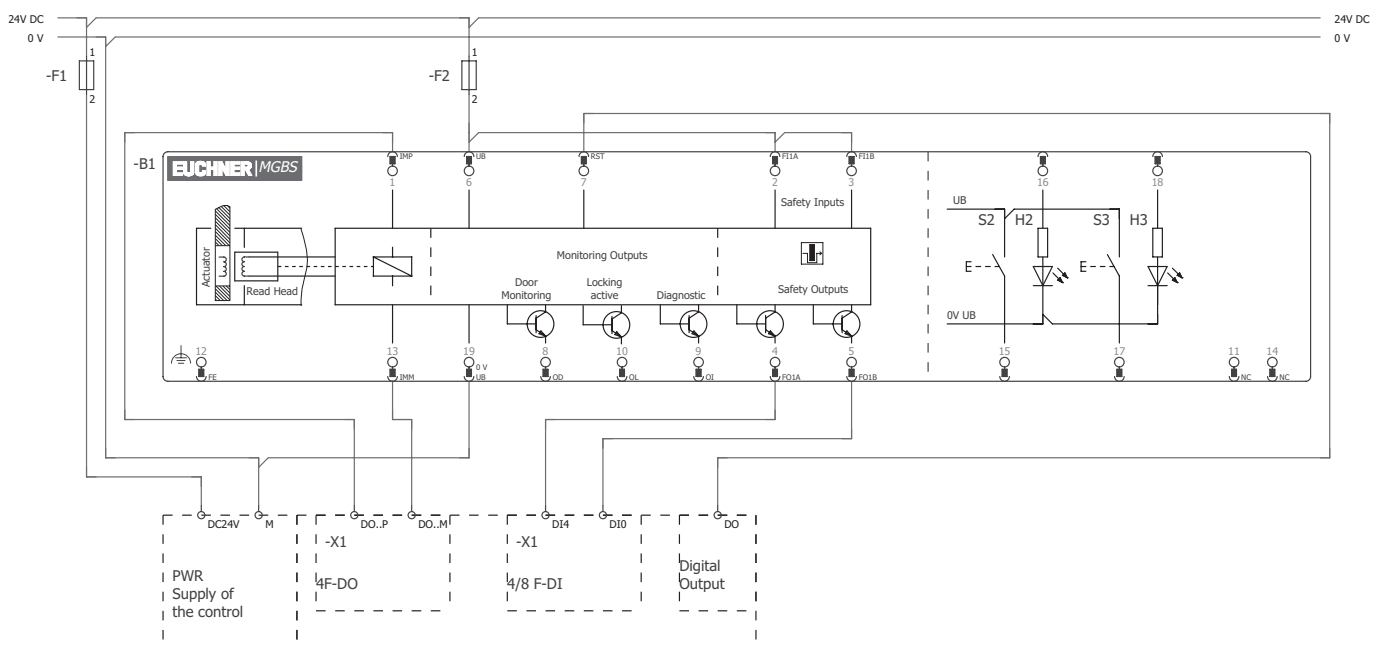

Fig. 7: Esempio per il collegamento su ET200
- ▶ Con il comando a due canali della tensione del magnete attraverso le uscite sicure di un sistema di controllo, tener conto dei seguenti punti (vedere anche la Fig. 7 a pagina 30):